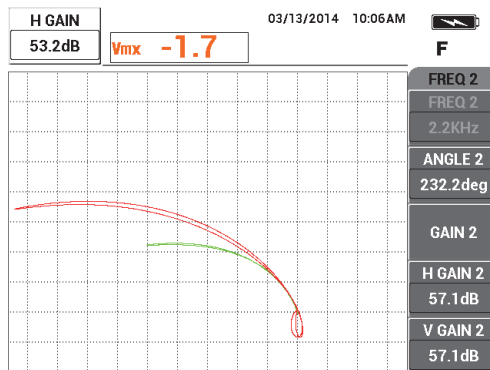

図 5-121 周波数 1 信号の水平振幅の調整
13. ゲインキー (**dB**) を 2 回押し、ゼロポイントから正確に 5 区分左に達するまで、周波数 1 信号 (緑色) の水平振幅を下げます (215 ページの図 5-121 を参照)。